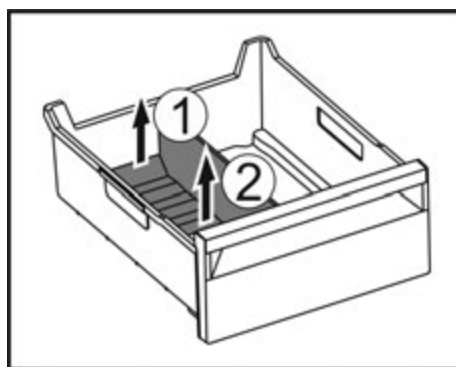

Fig. 146
- Підняти задню частину перегородки відділення для льоду. Fig. 146 (1)
- Вилучити перегородку рухом вгору. Fig. 146 (2)